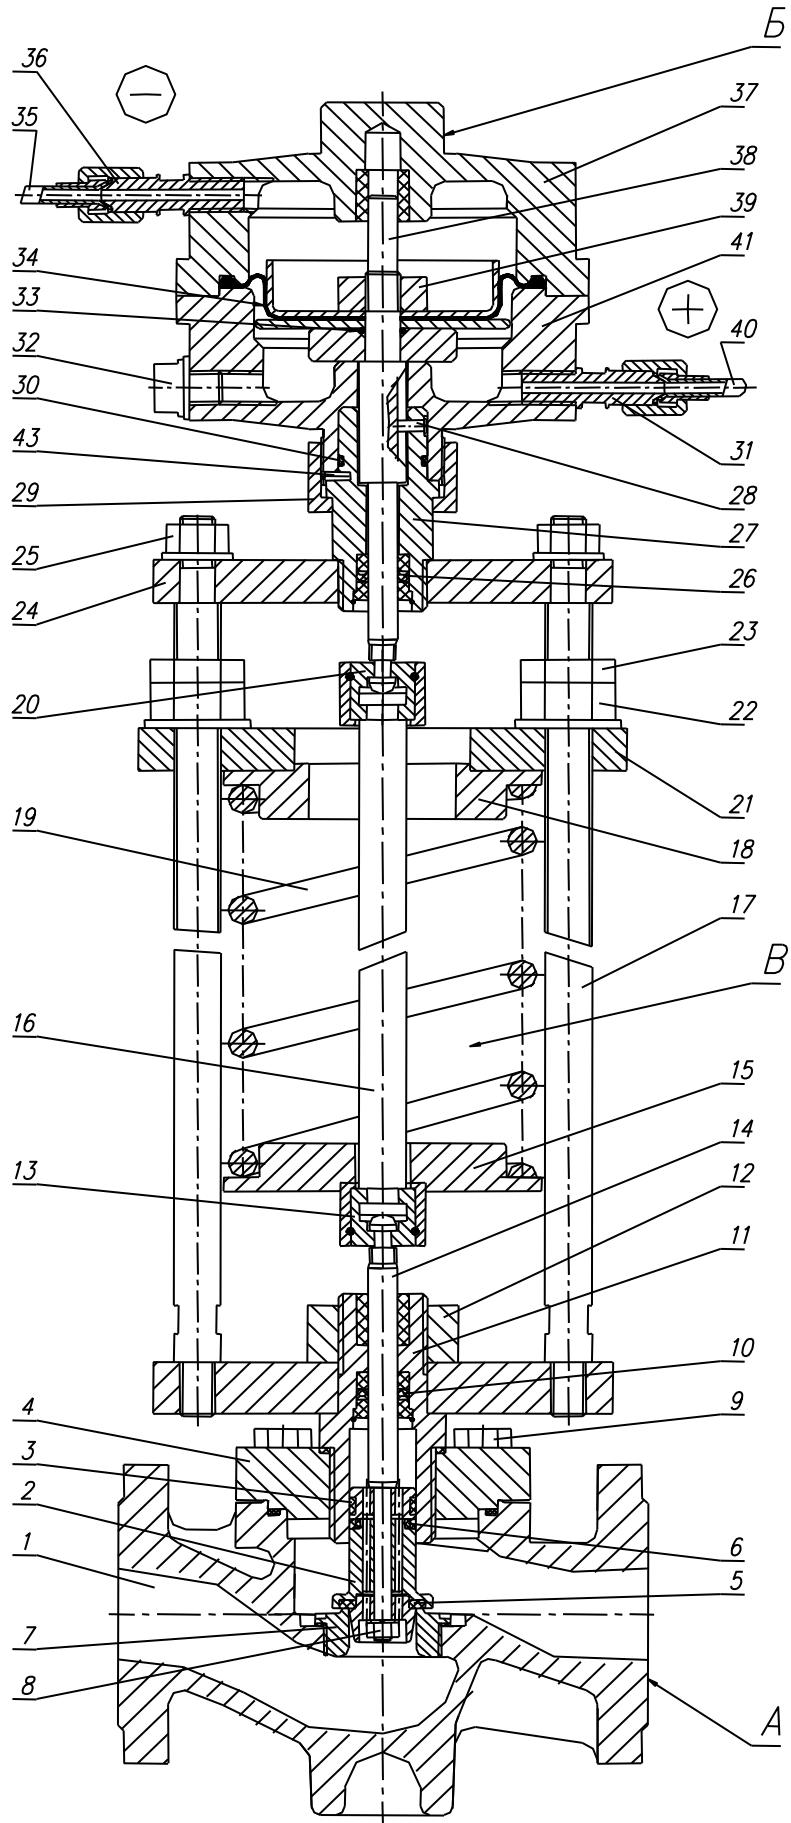

Рисунок 1. Общее устройство регулятора РД-В-ХХ.ХХ.Х.1
2.2.5. Регулятор устанавливать на горизонтальном участке трубопровода согласно схеме подключения (см. рис.1 приложения А или рис 2). Перед регулятором установить магнито-сетчатый фильтр.